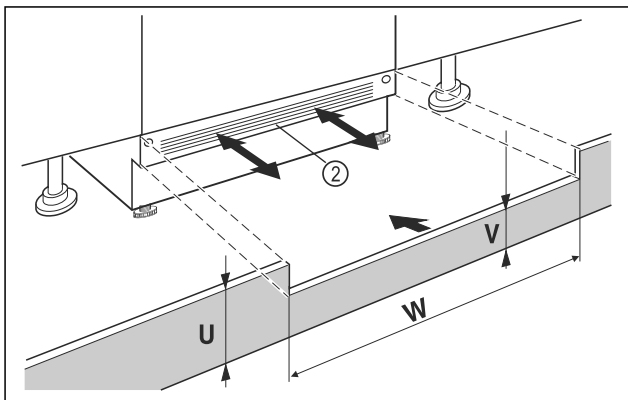

Fig. 38 Immagine a titolo di esempio
- ▶ Applicare lo zoccolo dell'apparecchio Fig. 38 (2) ma non fissarlo ancora.
- ▶ Se lo zoccolo è visibile Fig. 38 (2), tirarlo in avanti in modo tale che il bordo anteriore della griglia di ventilazione e lo zoccolo del mobile siano a filo.
- ▶ Se lo zoccolo è nascosto Fig. 38 (2) spingerlo completamente indietro.
- ▶ Verificare che le fessure di ventilazione siano completamente libere: Se necessario, tagliare lo zoccolo del mobile Fig. 38 (U)!
- ▶ Adattare, per la larghezza dell'area di incasso Fig. 38 (W), l'altezza del listello Fig. 38 (V) sotto lo zoccolo dell'apparecchio Fig. 38 (2).